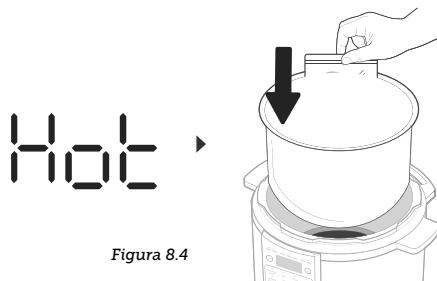

Figura 8.4
9. Cuando la pantalla indique **"CALIENTE"**, retire la tapa y sumerja con cuidado los alimentos en la olla interior. [Figura 8.4]